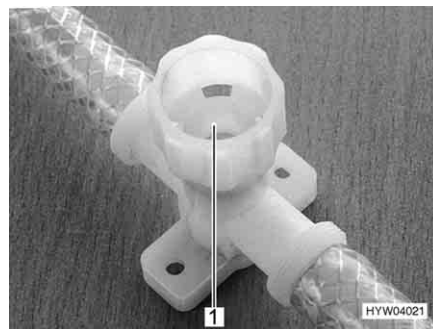

Fig. 143 Robinet de vidange pour Therme
- Fermer tous les robinets de vidange. Tourner les capuchons (Fig. 143,1) dans le sens des aiguilles d'une montre.
- Ouvrir tous les robinets de vidange du Therme. Tourner pour cela les capuchons (Fig. 143,1) dans le sens inverse des aiguilles d'une montre.